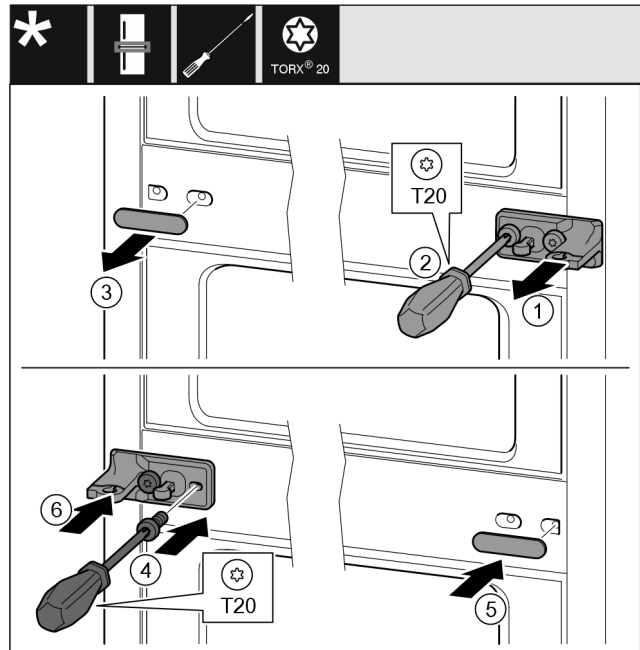

Fig. 29
- ▶ Scheibe Fig. 29 (1) abziehen.
- ▶ Schrauben Fig. 29 (2) mit Schraubendreher herausdrehen.
- ▶ Abdeckung Fig. 29 (3) vorsichtig abziehen.
- ▶ Lagerbock mit Folie Fig. 29 (4) um 180° gedreht auf der anderen Seite fest anschrauben.
- ▶ Abdeckung Fig. 29 (5) um 180° gedreht auf der anderen Seite anbringen.
- ▶ Scheibe Fig. 29 (6) von vorn aufschieben.